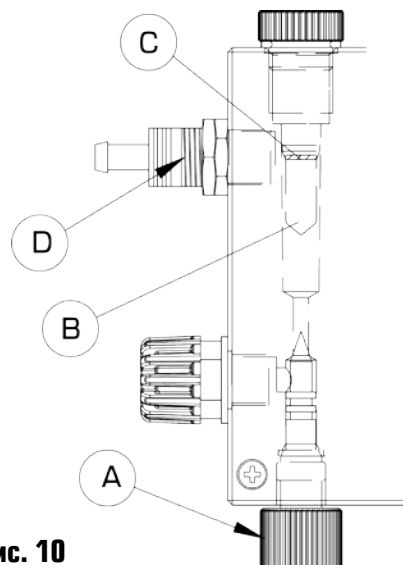

Рис. 10
- Отрегулируйте регулятором «А» (см. **Рис. 10**) поток воды, подаваемый на анализ. Поплавок «В» должен находиться относительно риски «С», расположенной на корпусе измерительной кюветы (держателя датчиков), так как рекомендовано на данном рисунке.